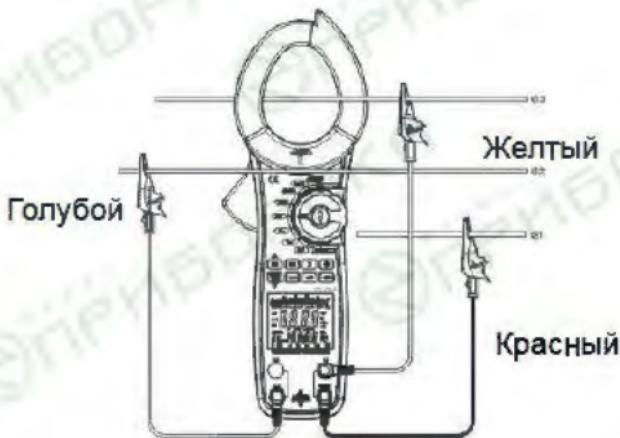

Рис. 15
- При измерении по схеме «3 фазы, 3 провода» удерживать **SEL** в течение 5 секунд, прибор отображает $3\varnothing 3W$. Нажать **SEL** повторно в течение 5 секунд для выхода из режима измерения «3 фазы, 3 провода». Подключение прибора по этой схеме измерения показано на рис. 15.
На рис. 15 $\Sigma W = W_2 + W_3$.